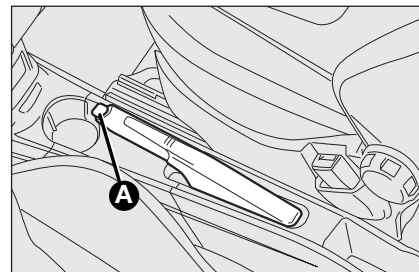

fig. 1
- ☐ Løft bremssegrebet en smule og tryk på udløserknappen **A**-fig. 1.
- ☐ Sænk grebet idet knappen **A** stadig holdes indtrykket. Kontrollampen (1) i instrumentgruppen slukker.